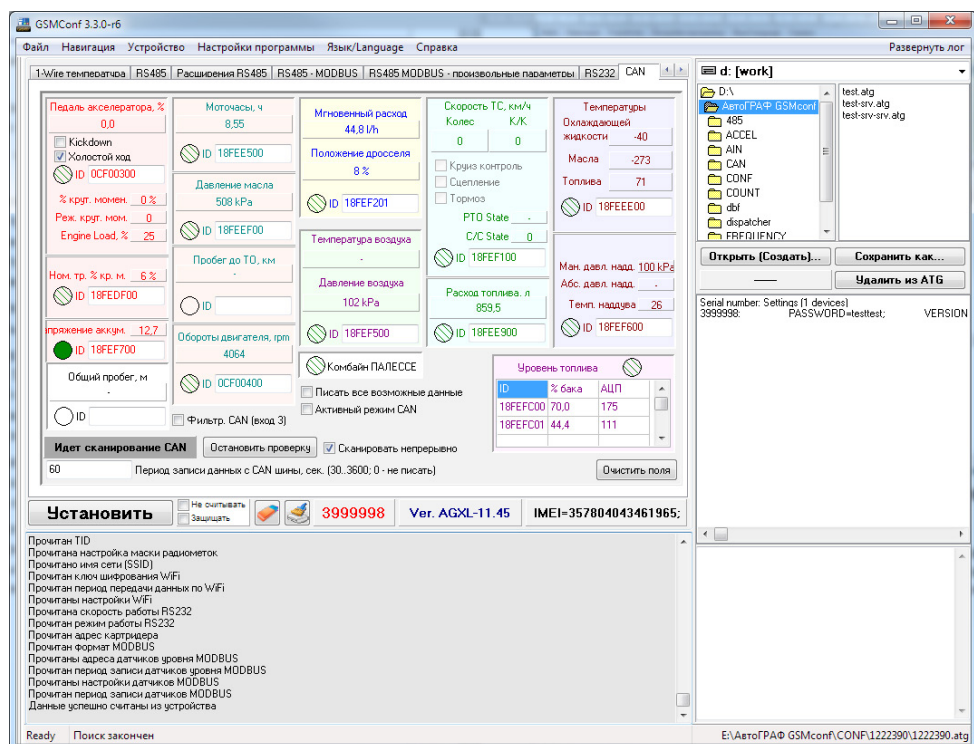

Рис.7. Вкладка «CAN» программы GSMConf.
9. Убедиться, что контроллер «АвтоГРАФ-GSM+» получил данные по шине CAN – на вкладке «CAN» программы GSMConf индикаторы соответствующих записей CAN должны загореться зеленым цветом, расшифрованные данные – появиться в соответствующих полях (Рис.7).